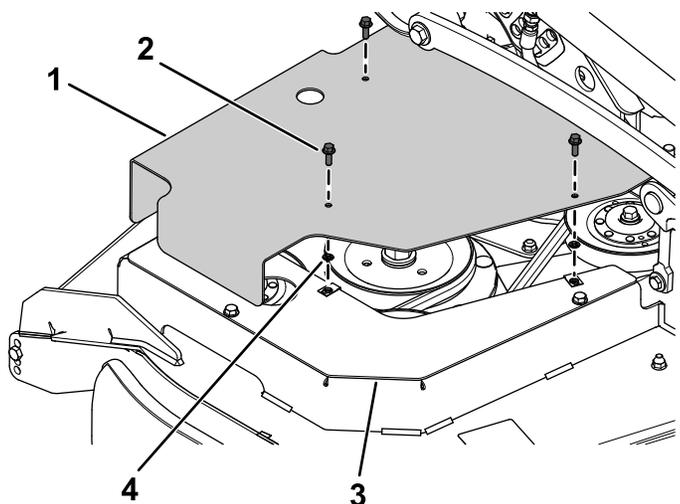

Figura 5
3. Prenda o resguardo da polia direita no resguardo de montagem da polia direita utilizando os três parafusos de cabeça flangeada (1/4 pol. x 3/4 pol.) e três porcas de pressão (Figura 5).